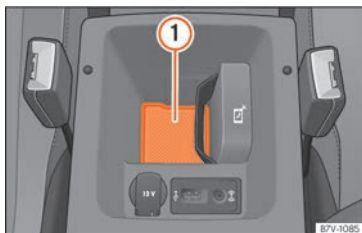

Fig. 231 Compartiment pour la connexion du téléphone mobile à l'antenne extérieure du véhicule situé dans l'accoudoir central avant.
Pour se connecter à l'antenne extérieure du véhicule, le téléphone mobile doit se trouver à la surface de la base » fig. 231 ①.